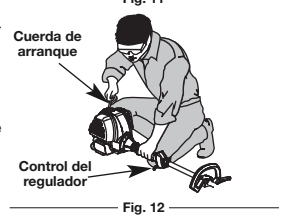

Fig. 12
ADVERTENCIA: Evite los arranques accidentales. Colóquese en posición de inicio cuando tire de la cuerda de arranque (Fig. 12). El operador y la unidad deben estar en una posición estable al arrancar la unidad para evitar graves lesiones personales.
- Agáchese en posición de arranque (Fig. 12). Oprima la traba del regulador hacia adentro y apriete la palanca de control del regulador. Hale el cordón de arranque 5 veces.